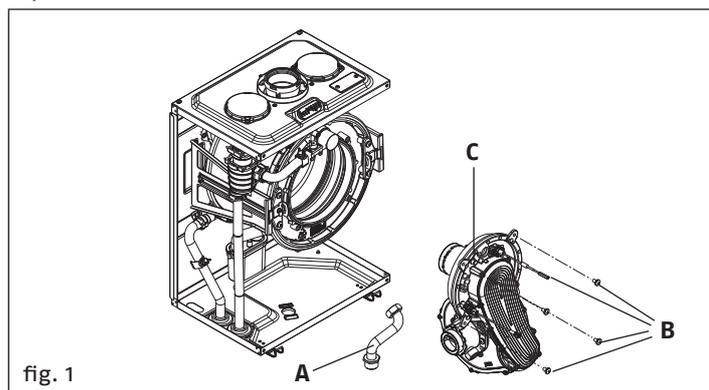

fig. 1
- Svitare e rimuovere la rampa gas di collegamento mixer (A, fig. 1).
- Svitare le 4 viti di fissaggio convogliatore aria gas allo scambiatore principale (B, fig. 1).
- Rimuovere dallo scambiatore l'assieme convogliatore-ventilatore (C, fig. 1), facendo molta attenzione a non danneggiare il pannello isolante bruciatore.